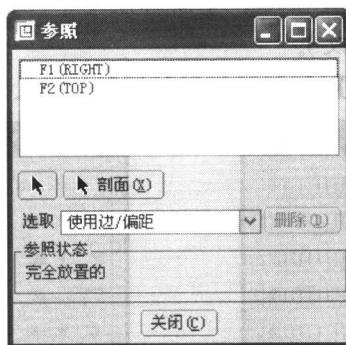

图 1-20 尺寸标注参照对话框
23. 单击 **草绘** 按钮，系统弹出如图 1-20 所示尺寸标注参照对话框，要求选择尺寸标注参照（系统给出内定的尺寸标注参照为 *RIGHT* 和 *TOP* 基准面）。